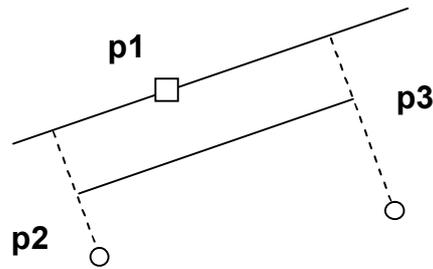

Рис. 1.9. Построение отрезка, параллельного заданной прямой
1) параллельный отрезок. Построения на чертеже: а) указать графическим курсором прямую (точка **p1**), которой должна быть параллельна искомая прямая; б) задать численное значение расстояния между параллельными прямыми в панели свойств окна «**Расстояние**»; в) указать графическим курсором две точки **p2** и **p3**, принадлежащим вспомогательным прямым, ограничивающим длину параллельного отрезка (рис. 1.9).